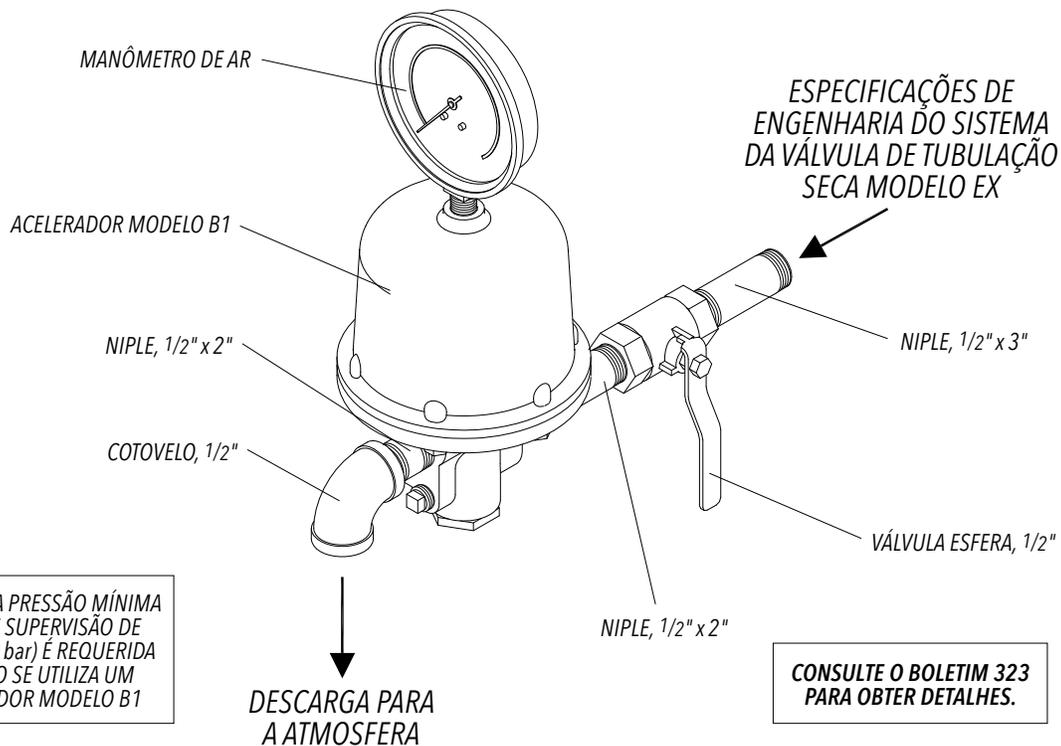
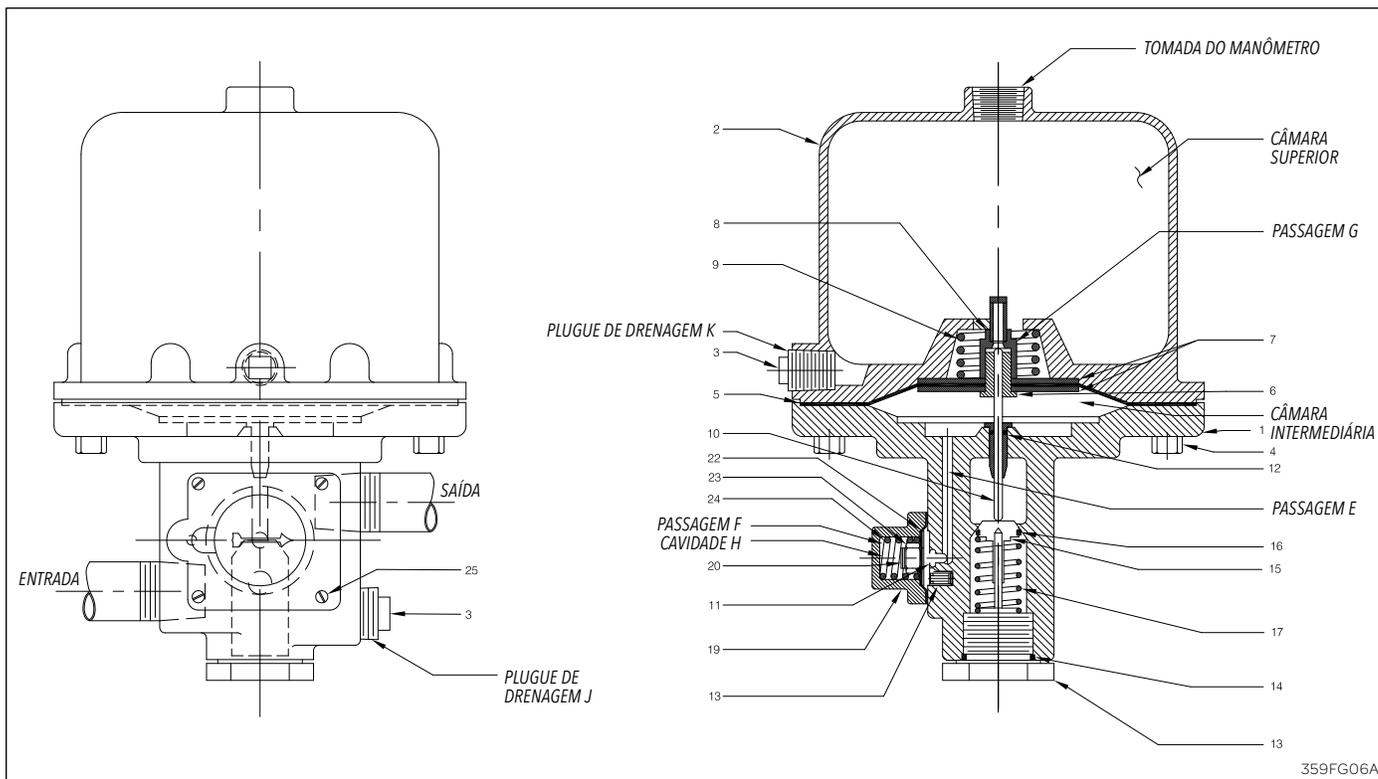

Fig. 4
Fig. 6
O acelerador Modelo B1 consiste em uma válvula normalmente fechada com aberturas de 1/2" NPT, sensível à alteração na pressão do ar. Esse dispositivo retém a pressão de ar normal do sistema seco na câmara superior (vide Fig. 6), mesmo que a pressão de ar do sistema esteja caindo, como quando um ou mais sprinklers se abrem. A força diferencial resultante criada no conjunto do diafragma (Nºs 5 a 8, Fig. 6) força o gatilho (Nº 15, Fig. 6), abrindo-o e permitindo que a pressão de ar do sistema seja descarregada para a atmosfera, fazendo com que a válvula de tubulação seca Modelo EX funcione. Simultaneamente, o ar pressurizado passa através do acelerador e fecha o dispositivo Accelo-Check integrado (Nºs 11 e 20 a 24, Fig. 6) ao pressurizar a cavidade H, impedindo que a água e detritos carregados por ela sejam admitidos na área de restrição interna na passagem G. Isso aumenta a confiabilidade do dispositivo e reduz a necessidade de manutenção, o que seria necessário para limpar o acelerador após cada operação.
Fig. 6) e abrindo a passagem G. O ar preenche completamente a câmara superior à pressão do sistema. Quando preenchido, o conjunto do diafragma rearma a haste e fecha a passagem G, exceto por uma ligeira fuga, criada para compensar flutuações da pressão de ar no sistema.
1. Feche a válvula esfera de 1/2", Fig. 4.
4. Remova o plugue de drenagem J do corpo, Fig. 6.
6. Remova o corpo do dispositivo Accelo-Check (19) e, com cuidado, erga o conjunto do diafragma do Accelo-Check (22) para garantir a purga da câmara intermediária. Reinstale estes componentes cuidadosamente.
7. Abra parcialmente a válvula esfera de 1/2", Fig. 4, drenando com cuidado toda a água que houver nas linhas dos acessórios. Feche a válvula esfera de 1/2", Fig. 4, e recoloque o plugue de drenagem J do corpo, Fig. 2.
8. Pressurize o acelerador abrindo a válvula esfera de 1/2", Fig. 4. A pressão da câmara superior deve ser igual à pressão do sistema.
3. Confirme que a válvula esfera de 1/2", Fig. 4, está totalmente aberta.
5. Verifique se existe algum vazamento no cotovelo de 1/2" (Fig. 6).